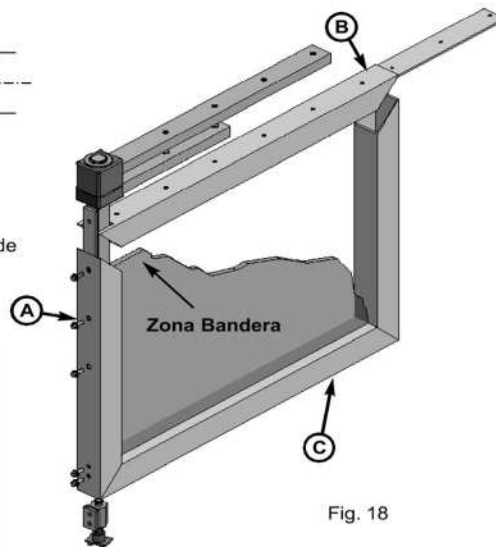

Fig. 18
- Inserte el plato de acero en el alojamiento correcto del travesaño superior **B** (Fig. 18).